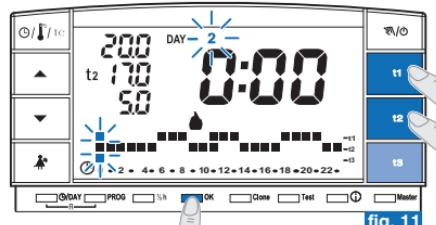

fig. 11
- Une fois la programmation des températures du **Lundi** terminée, recommencer la programmation en cas d'erreur, (*il est possible d'utiliser les touche ▲▼ pour vous déplacer rapidement sur l'heure à reprogrammer sur l'échelle thermique : l'heure correspondante s'affiche sur l'écran*) ou bien appuyer sur la touche **OK** pour confirmer le programme configuré. L'opération de confirmation (**OK**) enverra en mémoire le programme configuré (pour Lundi) et l'écran affichera en clignotant le numéro du Mardi (2) ainsi que les digits correspondant à l'heure **0:00**, superposés à l'échelle thermique programmée pour le jour précédent (fig.11).
- Si vous souhaitez la même échelle thermique que celle du Lundi, appuyer sur la touche **OK** (ex. sur la fig. 11): la même échelle sera insérée également pour le **Mardi** le jour 3, **Mercredi**, clignotera ainsi que les digits correspondant à l'heure **0:00**.